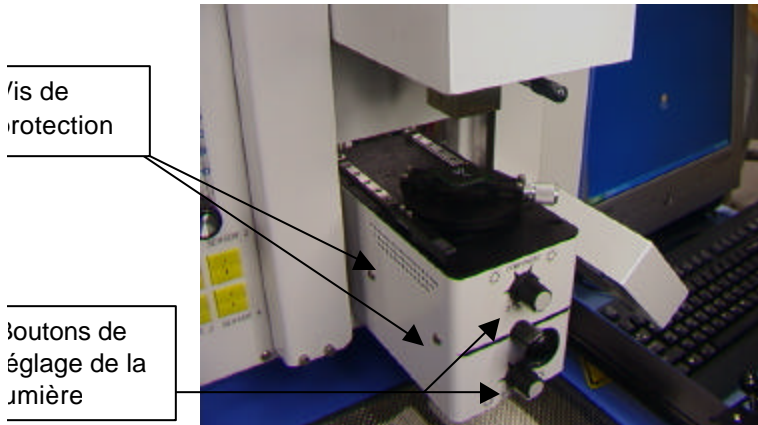

Figure 13
1. Desserrez les vis de pression des boutons de réglage de la lumière (Figure 13).
3. Retirez les quatre vis (2 de chaque côté) du couvercle en métal de la caméra (Figure 13).
5. Pour ajuster le prisme vers le bas, desserrer les vis du haut (A) et serrer les vis du bas (B).
6. Pour ajuster le prisme vers le haut desserrer les vis du bas (B) et serrer les vis du haut (A).
7. Si vous desserrez la vis du centre droit (C), vous pouvez faire pivoter le prisme autour de l'axe vertical.